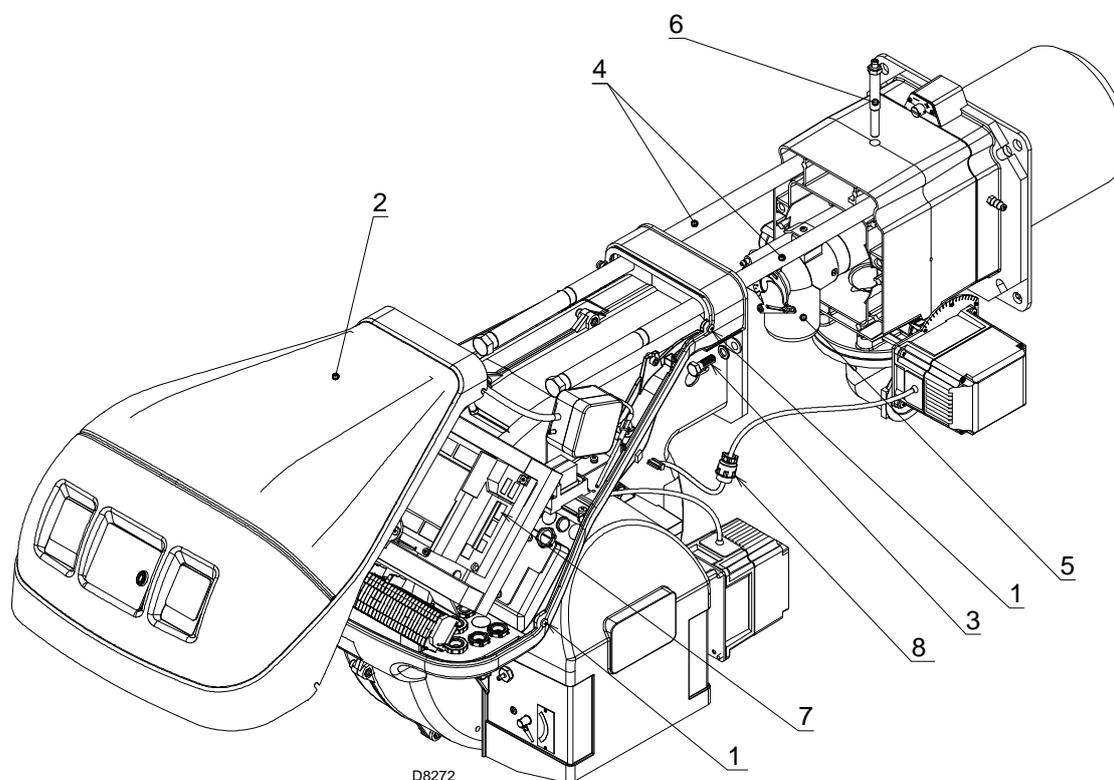

Fig. 38
En caso de duda, desmontar el codo 5) (Fig. 38).
- Aflojar los 4 tornillos 1) (Fig. 38) y sacar la tapa 2).
- Conectar el conector macho del servomotor 7) (Fig. 38) y enroscar el anillo pasacable 8).